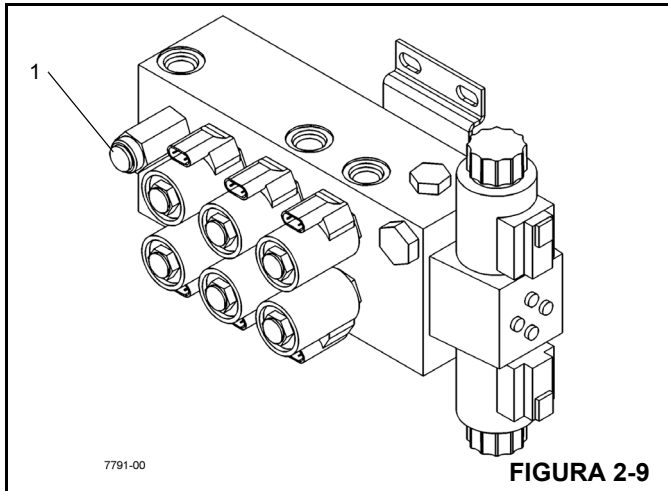

FIGURA 2-9
4. Active la función de extensión para el estabilizador seleccionado. Verifique la presión de alivio de 1000 +50/-0 psi (6895 +345/-0 kPa). La válvula de alivio (1) para el circuito del estabilizador está ubicada en el colector del control de estabilizadores delanteros (Figura 2-9). Quite la tapa de la válvula de alivio para acceder al tornillo de ajuste.